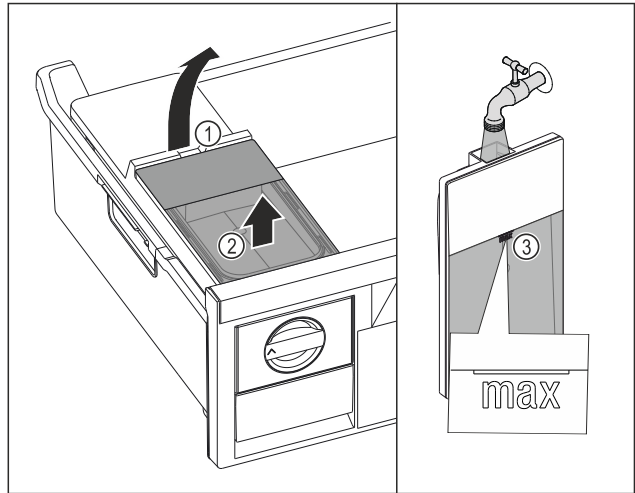

Fig. 100
- ▶ Nádržku na vodu nadvihnite za vybranie Fig. 100 (1).
- ▶ Nádržku na vodu odoberte nahor. Fig. 100 (2)
- ▶ Nádržku na vodu naplňte pitnou vodou po značku Fig. 100 (3).